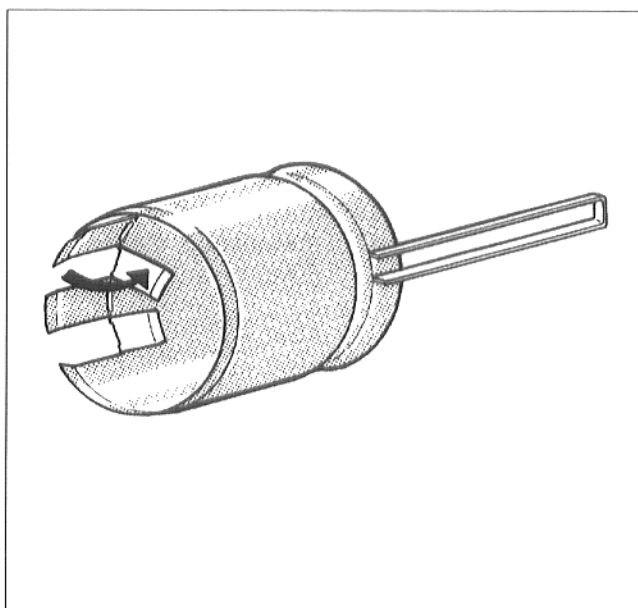

Fig. 32
- Plier les pattes vers l'intérieur d'au moins 90°C (Fig. 32)